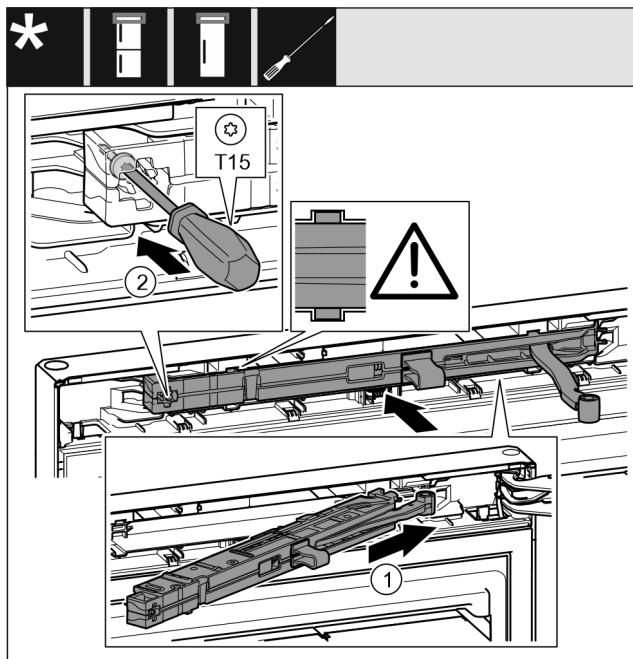

Fig. 60
- ▶ Côté support de palier, pousser l'unité d'amortissement de fermeture Fig. 60 (1) jusqu'en butée de biais dans l'évidement.
- ▶ Serrer la vis Fig. 60 (2) avec un tournevis.